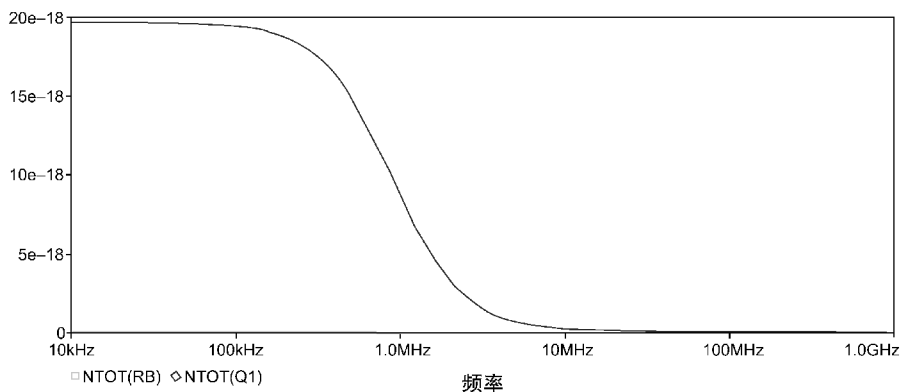

图 14.7 电路中晶体管产生的噪声最大
8. 选择菜单 **Trace > Delete All Traces** 删除所有曲线波形，然后在图形显示窗口中添加基极电阻 RB 的噪声功率谱密度曲线 NTOT (RB) 和晶体管 Q1 的总噪声功率谱密度曲线 NTOT (Q1)。从图 14.7 中可以看出，在电路的所有噪声中晶体管产生的噪声最大。